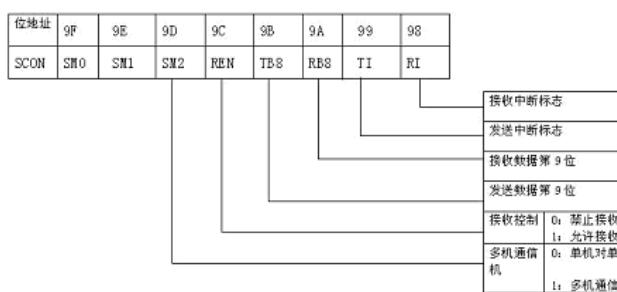
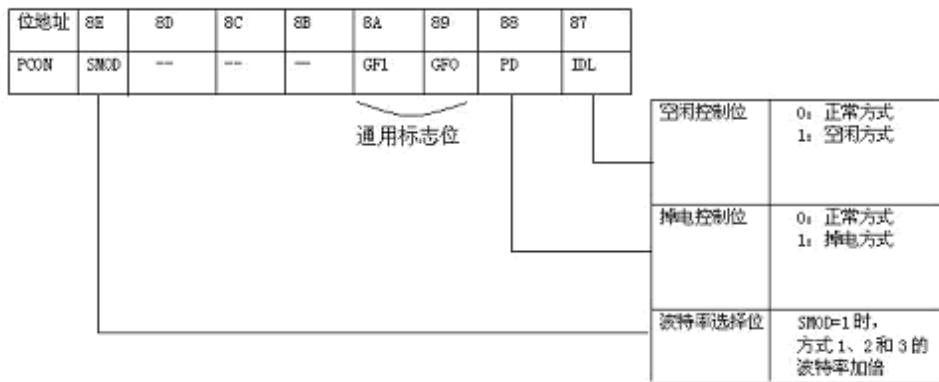

图 8-2 SCON 中各位定义
图8-3 PCON中各位定义
单片机对串口的工作控制还通过串口控制寄存器 SCON 和电源控制寄存器 PCON 来实现。SCON 和 PCON 都是特殊功能寄存器，选口地址分别为 98H 和 87H。SCON 的各个比特位的定义如图 8-2 所示，PCON 的各个比特位的定义如图 8-3 所示。
- PCON中各位的定义，如图8-3所示。